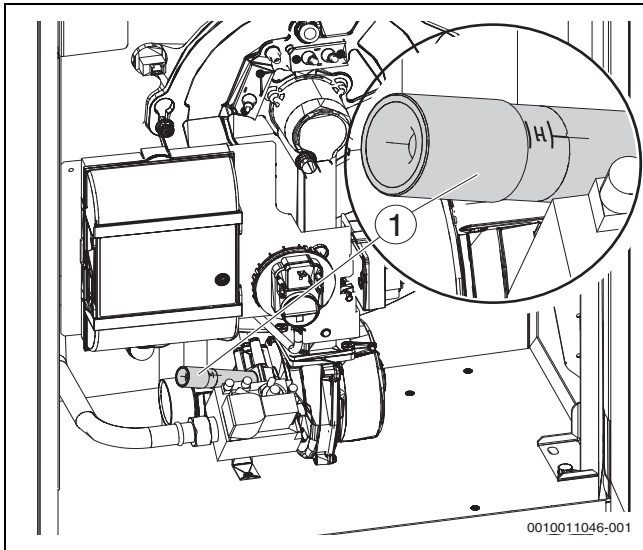

Fig. 19 Bloc gaz, adaptateur de gaz L/H
- Régler l'adaptateur de gaz L/H (→ fig. 19 [1]) au type de gaz disponible.